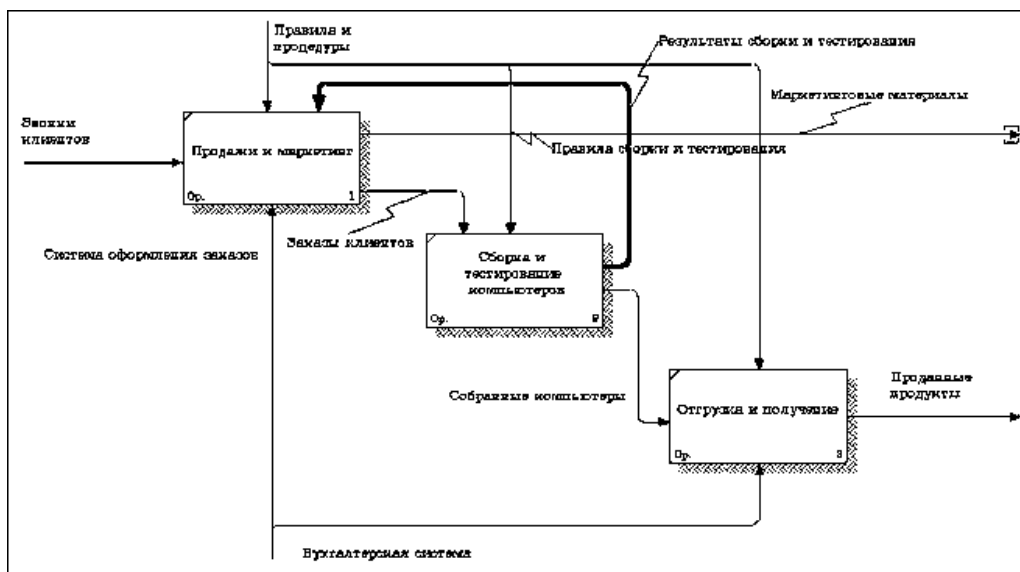

Рис. 55. Стрелка Маркетинговые материалы
9. Создайте новую граничную стрелку выхода "Маркетинговые материалы", выходящую из работы "Продажи и маркетинг". Эта стрелка автоматически не попадает на диаграмму верхнего уровня и имеет квадратные скобки на наконечнике  $\rightarrow\boxed{\phantom{0}}$  (рис. 55).